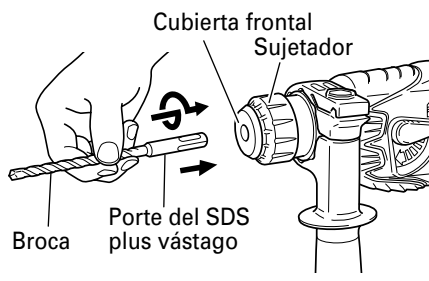

Fig. 5
1. Montaje de la broca (Fig. 5, 6)
- (1) Limpie la parte de la espiga de la broca de taladro.
- (2) Introduzca la broca de taladro en el portaherramienta, retorciéndola hasta que quede enclavada. (Fig. 5) La empuñadura no debe ajustarse durante la instalación de la broca.
- (3) Tire de la broca de taladro para comprobar que ha quedado enclavada.
- (4) Para extraer la broca, tire completamente de la empuñadura en el sentido de la flecha y tire hacia afuera de la broca.